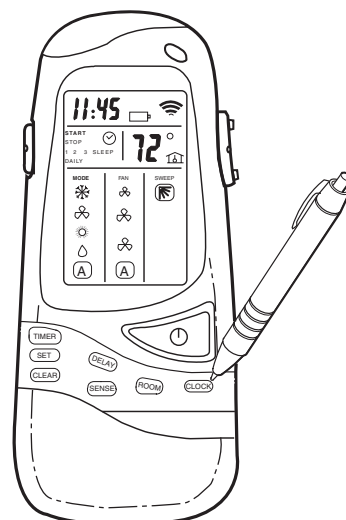

Figure 5 — Emplacement du bouton de réglage de l'horloge sur la télécommande
2. Appuyer sur le bouton **CLOCK** (horloge) à l'aide de la pointe d'un stylo ou d'un trombone. Voir Figure 5.